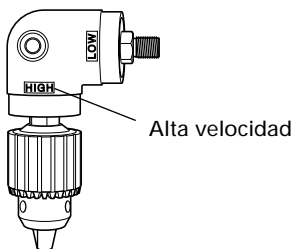

Fig. 11
- Para operar la unidad angular a alta velocidad, fije el portabrocas en el husillo de la unidad angular sobre el lado marcado "HIGH" y apriete el tornillo de fijación. En este ajuste, la velocidad de taladrado aumenta a aprox. 150% y el par de taladrado disminuye a aprox. 70% (Fig.11).